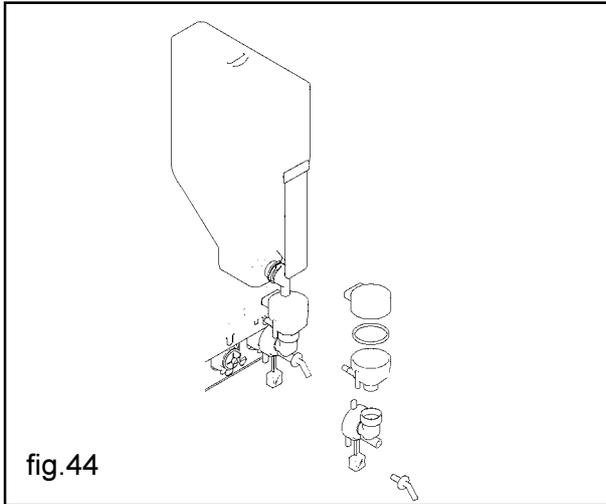

fig.44
- retirar todos los transportadores de polvos, los embudos de agua, las cámaras y aspas de las batidoras y los tubos de silicona y sumergirlos también en la solución preparada (fig. 44)